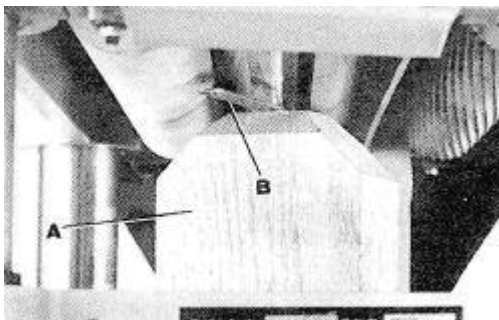

Рис. 28
3. Поместите измерительный блок (А), Рис. 28, на стол прямо под фрезерной головкой, как показано на рисунке. С помощью щупа на 1,01 мм (0,040" (В)), помещенного на верхнюю часть измерительного блока, поднимайте или опускайте узел головки до тех пор, пока один из ножей не коснется щупа при нахождении ножа в самой нижней точке. Затем затяните фиксирующие ручки головки.